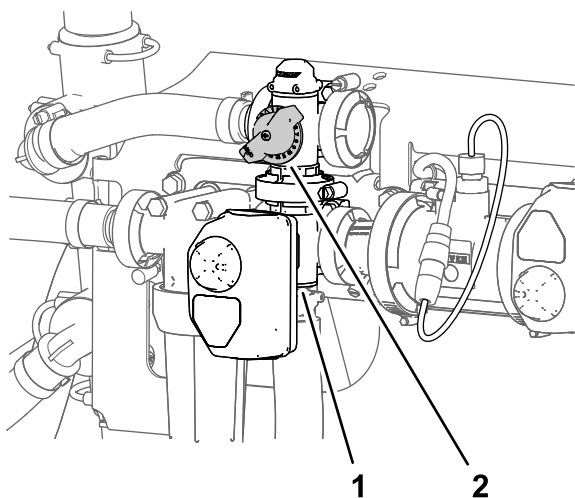

図 34
11. 攪拌バルブの背面についている攪拌バイパスバルブ 図 34 を使って、水圧計の読みシステム水圧が 6.89 bar 7 kg/cm² = 100 psi になるように調整する。